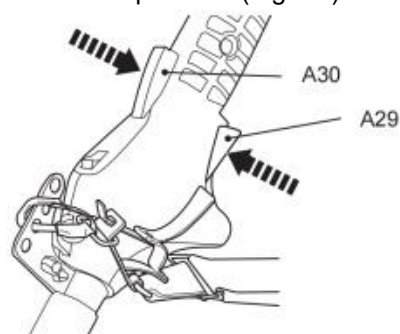

Fig. 41
8. Premere il blocco dell'acceleratore (A30) e il grilletto dell'acceleratore (A29) per azionare il prodotto (Fig. 41).